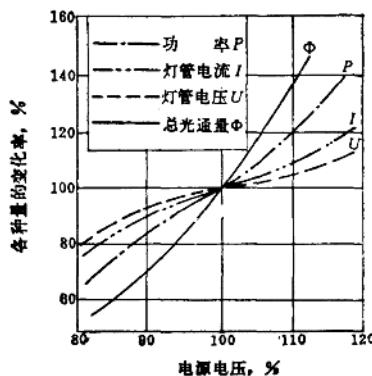

图 39·2·11 电源电压变化对 400 W 钠铊锢灯光电参数的影响
(1) 电源电压的变化不宜大于±5%，电源电压变化对400瓦钠铊锢灯光电参数的影响见图39·2·11。电源电压变化不但会引起光效、管压等的变化，而且会造成光色的变化。在电源电压变化较大时，灯的熄灭现象也比高压汞灯严重。